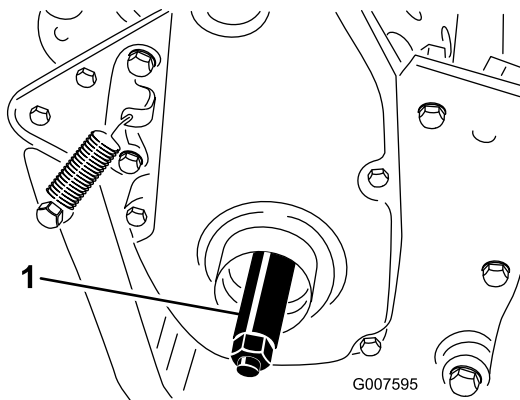

Bild 7
3. Drehen Sie die rechte Radachse in die Antriebsscheibe rechts an der Maschine (Bild 7).